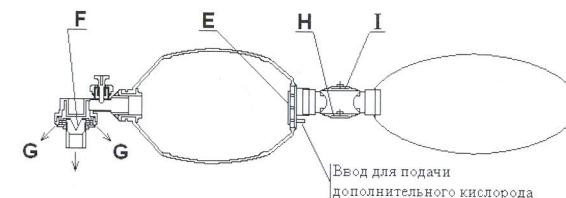

Рисунок 2. Принцип действия устройства
Воздух поступает к пациенту при сдавливании дыхательного мешка (Рис.2). Положительное давление воздуха внутри дыхательного мешка, возникающее при сжатии дыхательного мешка, закрывает впускной клапан (E), который расположен в нижней части дыхательного мешка. Это приводит к тому, что клапан типа "duckbill" (F) перекрывает каналы выдоха (G) блока нереверсивных клапанов. Дальнейшее сжатие дыхательного мешка проталкивает воздух через клапан типа "duckbill" к пациенту. Если используется дополнительный источник медицинского кислорода, подключенный к вводу подачи, то во время сжатия дыхательного мешка кислород поступает в кислородный резервуар (D) через блок клапанов (C).
Во время пассивного выдоха, когда пациент создает положительное давление, действующее со стороны пациента на клапан типа "duckbill", или когда оператор справляется давление из дыхательного мешка, клапан типа "duckbill" закрывается, направляя выдыхаемый пациентом воздух, через каналы выдоха блок нереверсивных клапанов (Рис.2).